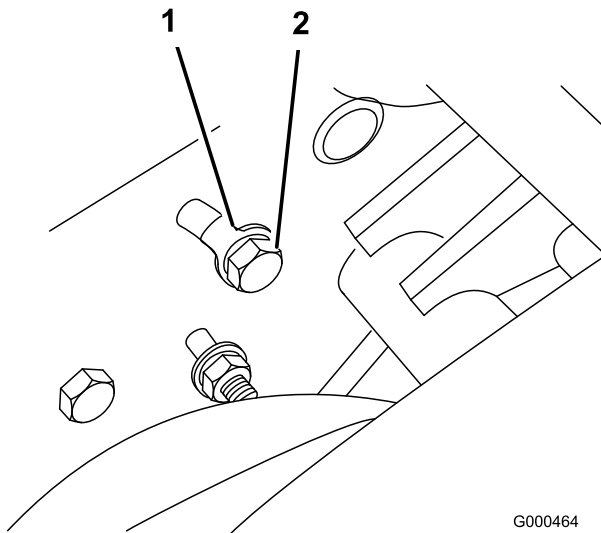

図 43
- A. サイド・プレートの裏側でアイドラ・ブラケットをサイド・プレートに止めているボルト（図 43）をゆるめる。